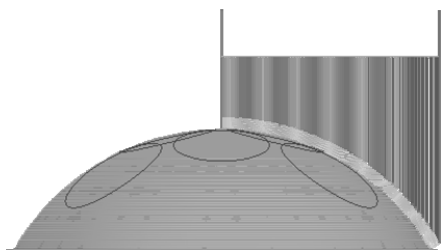

图 5-22 生成刀具轨迹
3) 单击右键，系统开始计算，稍后得出刀具轨迹如图 5-22 所示。